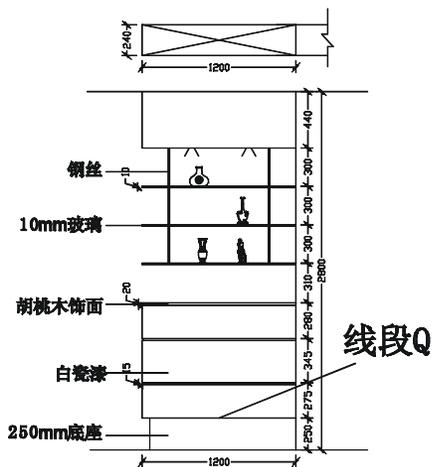
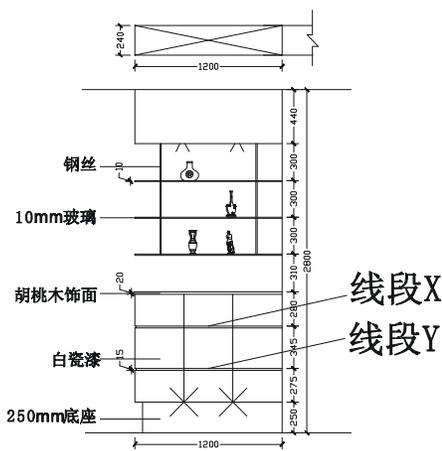
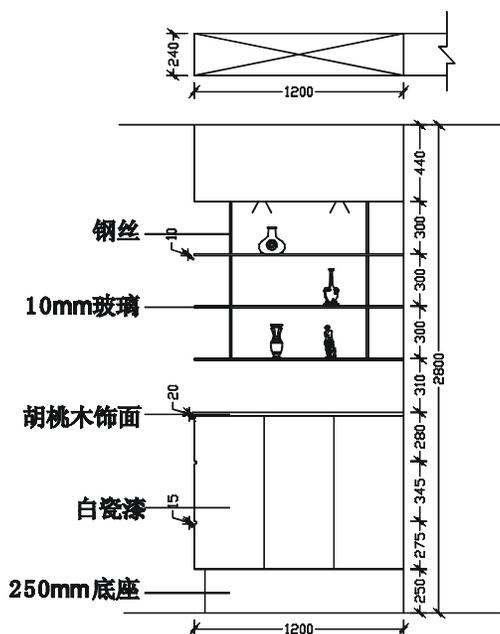

图 8-1-98
图 8-1-99
图 8-1-100
**STEP 10** 使用镜像命令 MIRROR 将如图 8-1-97 所示的酒水柜立面镜像一个，镜像时不要删除源对象，并使用删除命令 ERASE 删除镜像得到的酒水柜的填充图案，如图 8-1-98 所示，其具体操作步骤如下：
**STEP 11** 使用等分命令 DIVIDE (DIV) 将如图 8-1-98 所示的线段 Q 等分成三等份，并使用绘制直线命令 LINE，分别以等分点为起点向上绘制竖直线，如图 8-1-99 所示，其具体操作步骤如下：
// 单击如图 8-1-98 所示的线段 Q
**STEP 12** 使用修剪命令 TRIM 将如图 8-1-99 所示的线段 X 和线段 Y 进行修剪,如图 8-1-100 所示。